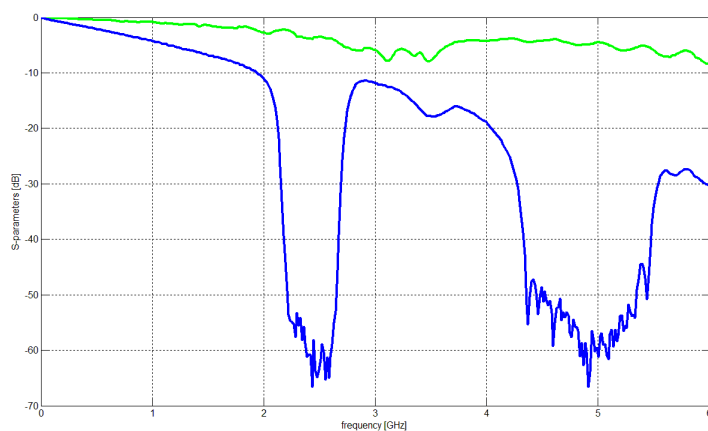

Figura 11: Comparación para el caso de la línea con trazado en serpentina.
1. Grafique en Matlab ó AWR los mismos parámetros de dispersión de la serpentina con respecto a los de una línea larga de $Z_0=50\ \Omega$. Por ejemplo, en la figura 11 se muestra el gráfico de los parámetros S_{12} de la línea larga (verde) y la serpentina (azul). Para este paso, utilice la función “Sparameters_Graph” ó “Sparameters_Graph_AWR” (Opcional) ó AWR. Anote sus observaciones para su posterior análisis. **NOTA: El modelo de simulación de una serpentina no es posible con el esquemático utilizado, es por ello que la comparación se hará con una línea de largo de $50\ \Omega$.**